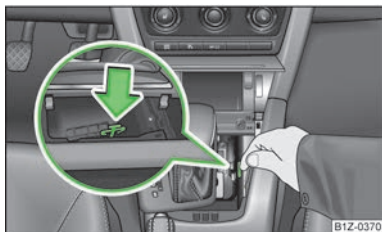

Fig. 104
- Apăsăți cu degetul componenta galbenă din material plastic, în sensul săgeții » fig. 104.